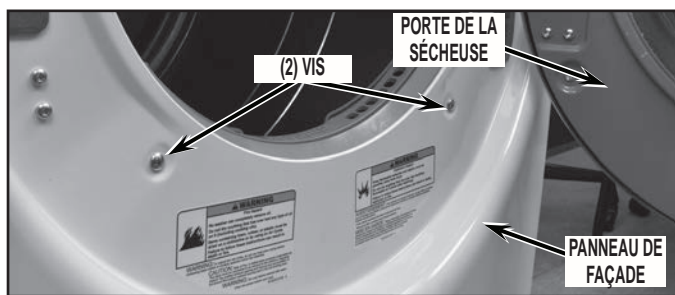

FIGURE 5
6. Entreprendre la dépose du panneau de façade – ouvrir la porte et ôter les deux (2) vis identifiées à la Figure 5.